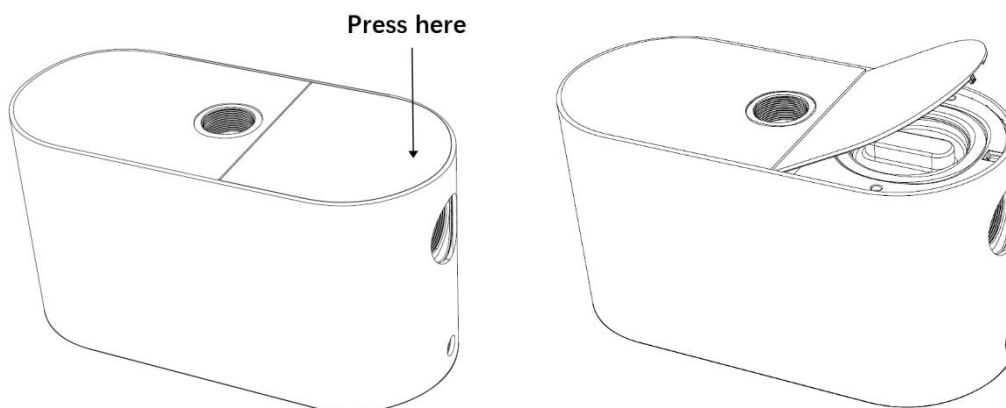

Figure 5
- 2). Appuyez sur la plaque de recouvrement pour la faire remonter et l'ouvrir. voir Figure 5)